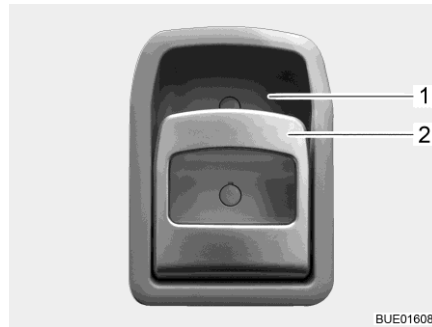

Fig. 51 Cerradura de la puerta (puerta de entrada en el interior)
- Abrir:** ■ Tirar del tirador (Fig. 51,2). Se desbloqueará o bien abrirá la cerradura de la puerta.
- Bloquear:** ■ Presionar la parte superior del tirador (Fig. 51,2) hacia el alojamiento del tirador (Fig. 51,1). Se bloqueará la cerradura de la puerta.